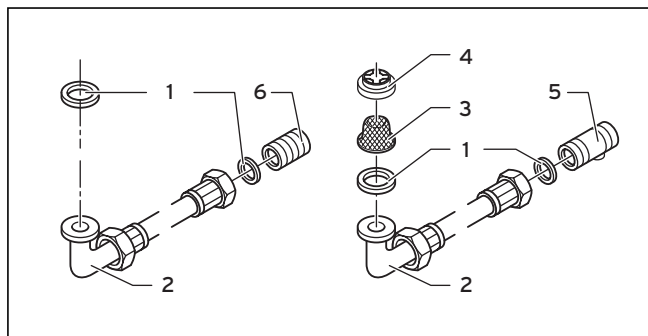

Fig. 5.1 Pièces de raccordement
- Placez le filtre à eau (3) et le limiteur de débit d'eau (4) dans le flexible de raccordement (2) comme le montre la fig. 5.1.